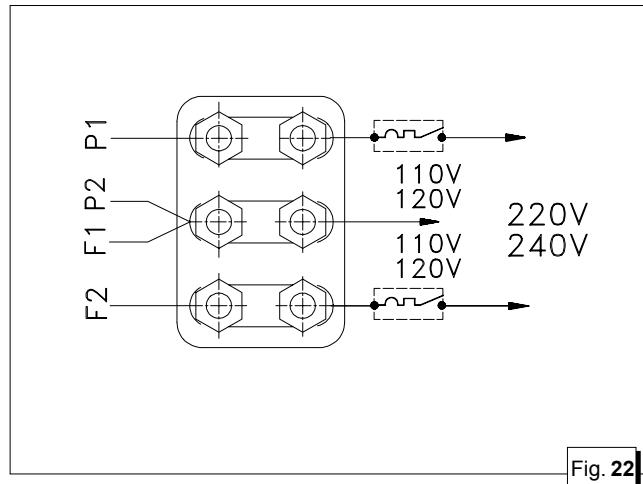

Fig. 22
Nel collegamento in serie è possibile prelevare contemporaneamente la potenza sia a tensione 110 (120) V fra i punti F₁-F₂ e P₁-P₂ che a tensione 220 (240) V fra i punti P₁ e F₂, come da schema di fig. 22.
NB. In questi casi vanno installati due magnetotermici, vedi fig. 22, dimensionati sui valori di corrente (A) riportati in Tab. 2
In serial connection, power can be picked up both at 110 (120) V between points F₁ - F₂ and P₁ - P₂ and at 220 (240) V between points P₁ and F₂ at the same time, as shown in the diagram in fig. 22.
Dans la liaison en série on peut prélever simultanément la puissance à une tension de 110 (120) V entre les points F1-F2 et P1-P2 qu'à une tension de 220 (240) V entre les points P1 et F2, selon le schéma de la figure 22.
N.B: In these cases two magnetothermic devices should be installed, see fig. 22, dimensioned on the current values (A) shown in Table. 2.
NOTE: deux magnétothermiques doivent être installés dans ces cas (se reporter à la figure 22), dimensionnés sur les valeurs du courant (A) reprises sur le tableau 2.